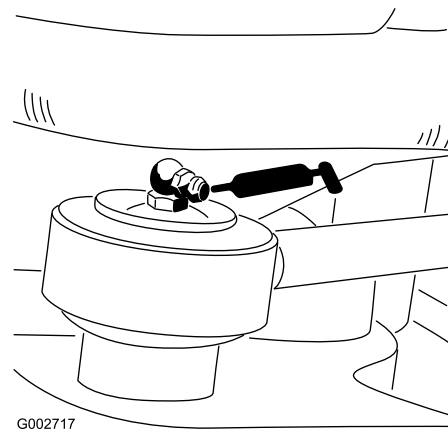

Figure 25
- Extrémité de tige de vérin de direction (1) (Modèle 08705 uniquement) (Figure 25)